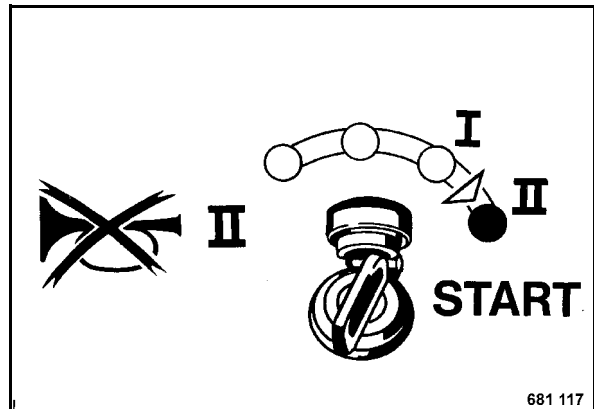

Fig. 18
- Continuar de girar la llave de encendido a posición "II" (Fig. 18); el motor arranca.